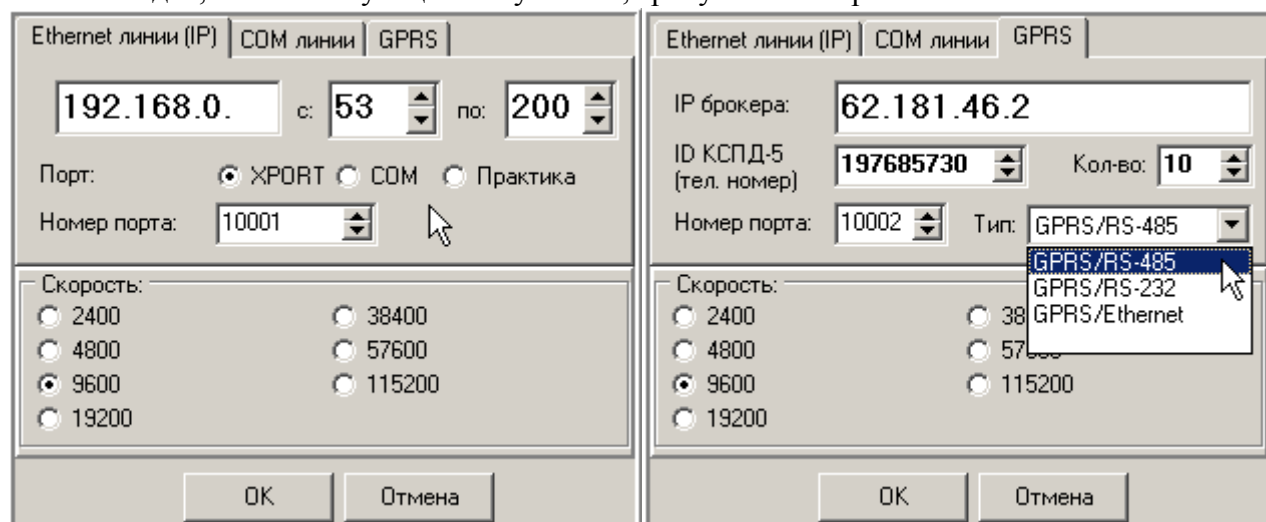

Рис. 17. Окно функции группового добавления линий связи в БД.
Если требуется заполнить сразу несколько однотипных линий, то можно воспользоваться функцией группового добавления по нажатию кнопки  (Рис.17), предварительно выбрав в окне на вкладке, соответствующей типу линии, требуемые настройки.
9. Создать группы пользователей с целью разделения доступа к объектам системы – при необходимости такого разделения (пункт меню Настройки – Группы доступа). В этом случае пользователи каждой группы будут иметь доступ к информации только с приборов учета своей группы (Рис. 17а). После создания групп пользователей эти группы будут доступны в меню Настройки – Работа с пользователями (Рис 17б). Далее новому пользователю может быть поставлена в соответствие требуемая группа и назначен пароль – процесс подробно описан в п.7.3.1 данного Руководства.
Рис. 17а. Окно функции Группы доступа.
Рис. 17б. Окно функции Работа с пользователями.